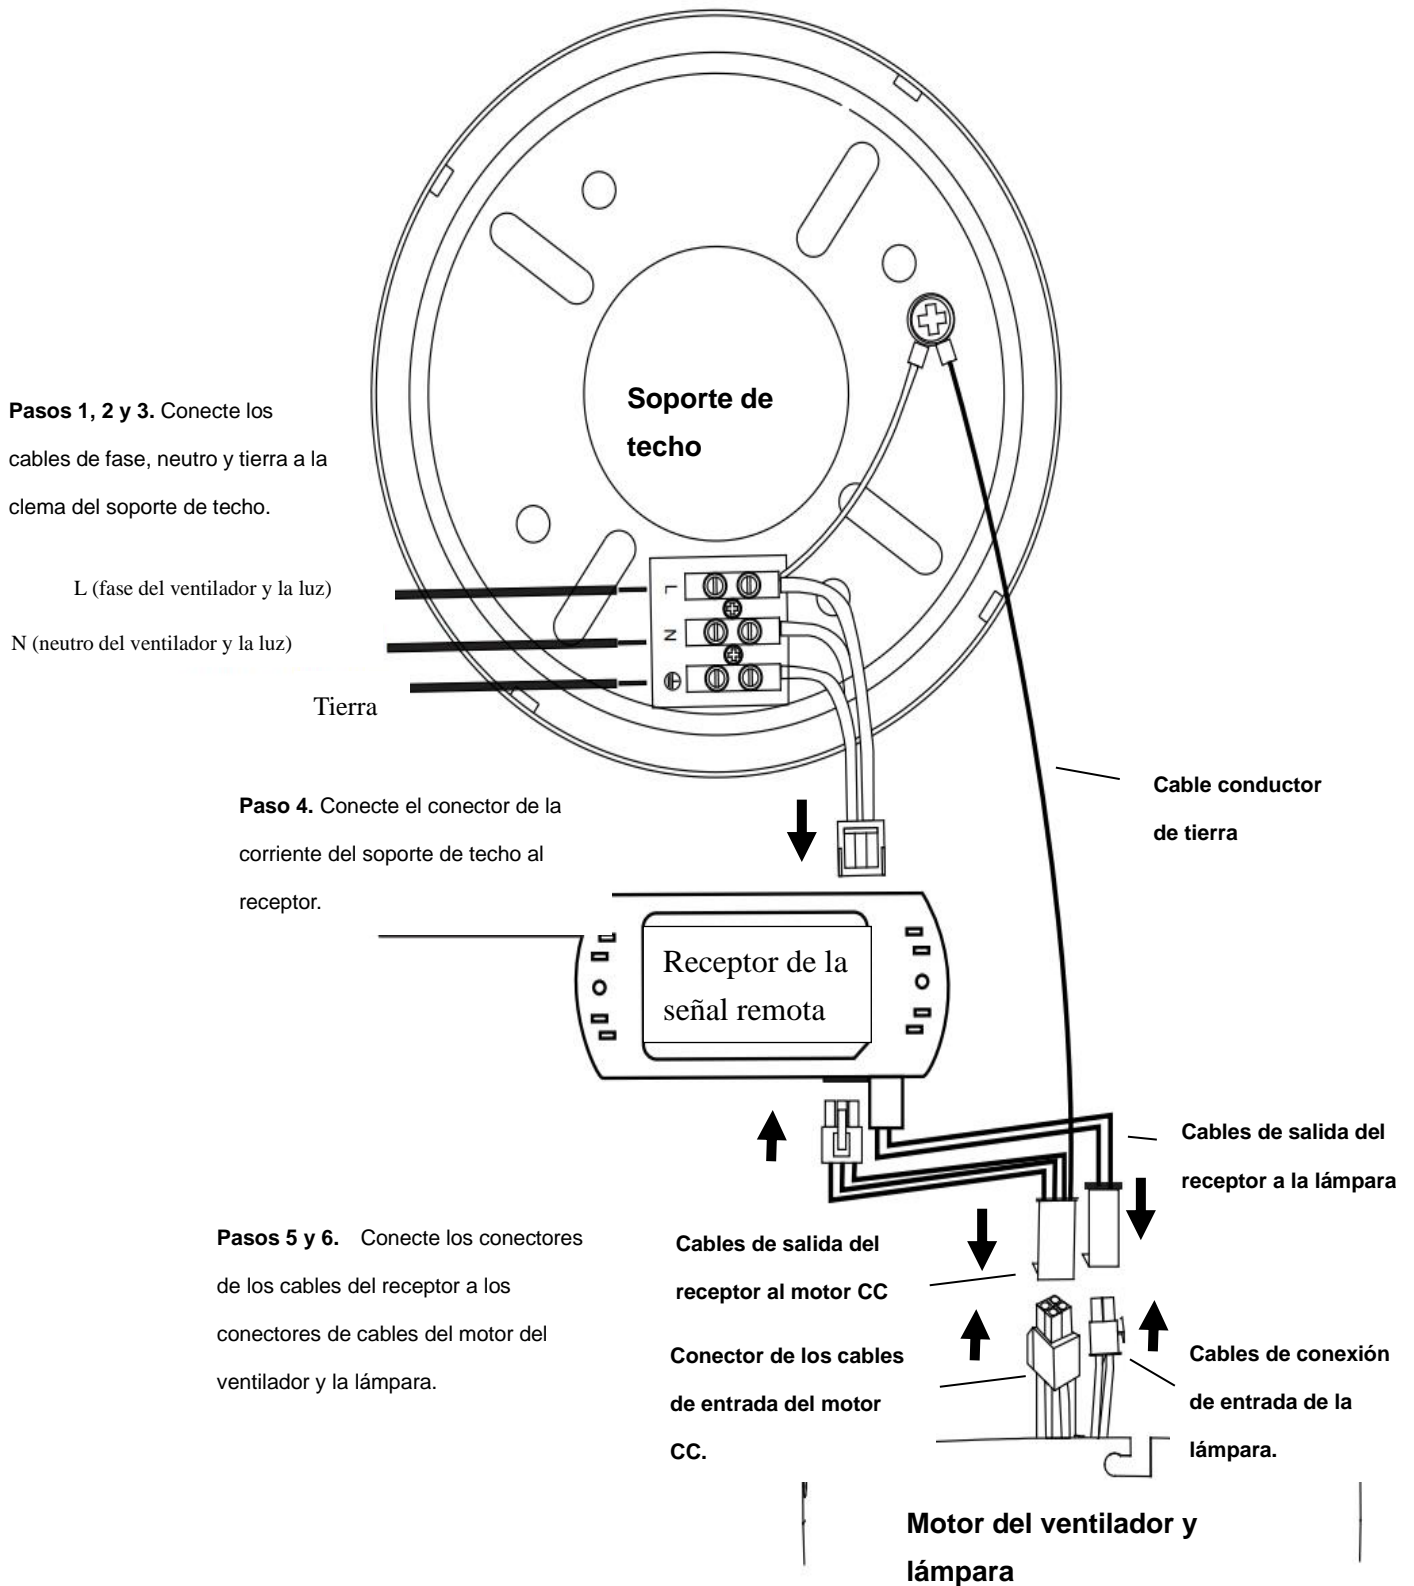

Fig. 4
PREPARE Y COMPLETE EL CABLEADO ELÉCTRICO --- DIAGRAMA DEL CABLEADO (FIG. 4)
Del suministro de corriente a la clema del soporte de techo: (Fig. 4)
Del soporte de techo al receptor y el motor: (Fig. 4)
2. Conecte los cables de salida del receptor de la señal del mando a distancia (desde el soporte de techo con el cable de tierra) al conector de salida del receptor de la señal del mando a distancia (Fig. 4). Conecte los cables de salida del receptor de la señal del mando a distancia con el cable de tierra (desde el soporte de techo con el cable de tierra) al conector de entrada del motor del ventilador (Fig. 4).